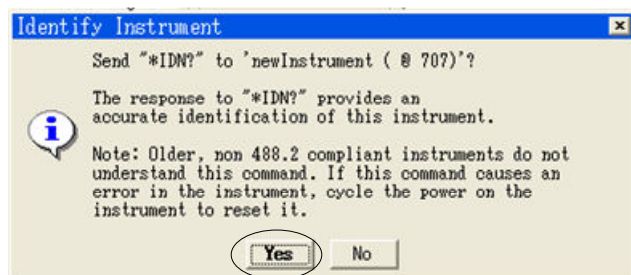

図5-2 Identify Instrument
(8) ”Find Instruments”ボタンを押して測定器を認識させる。このとき、図5-2のように”*IDN”信号を出して機器を識別するか問われるので”Yes”をクリックする。この作業は測定器の数だけ必要になる。